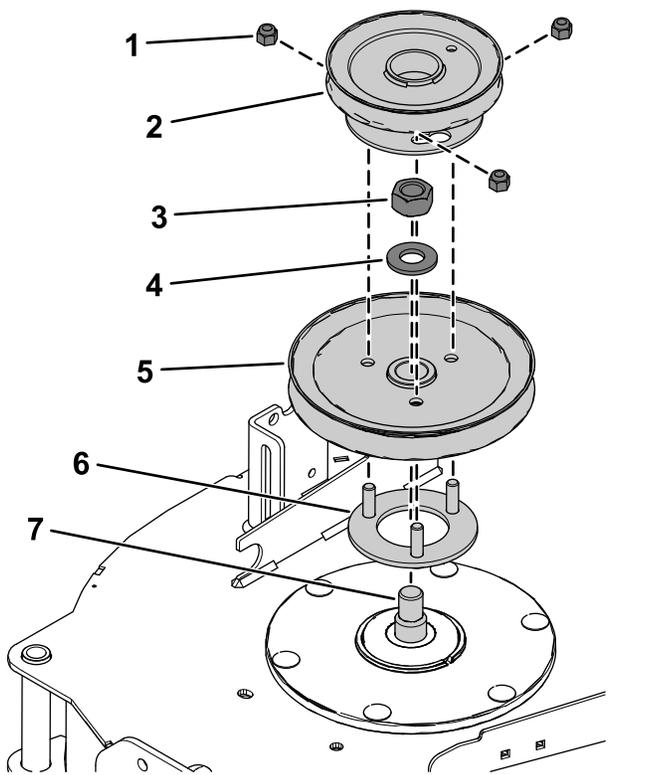

Figure 20
4. Insérez les goujons filetés du support de poulie dans les trous de la poulie de plateau (Figure 20).
5. Fixez la poulie du plateau sur l'axe de pivot à l'aide de l'écrou hexagonal (¾") et de la rondelle retirés précédemment (Figure 20).
7. Placez la poulie de ventilateur sur les goujons filetés et vissez légèrement les 3 contre-écrous (⅜"), comme montré à la (Figure 20).